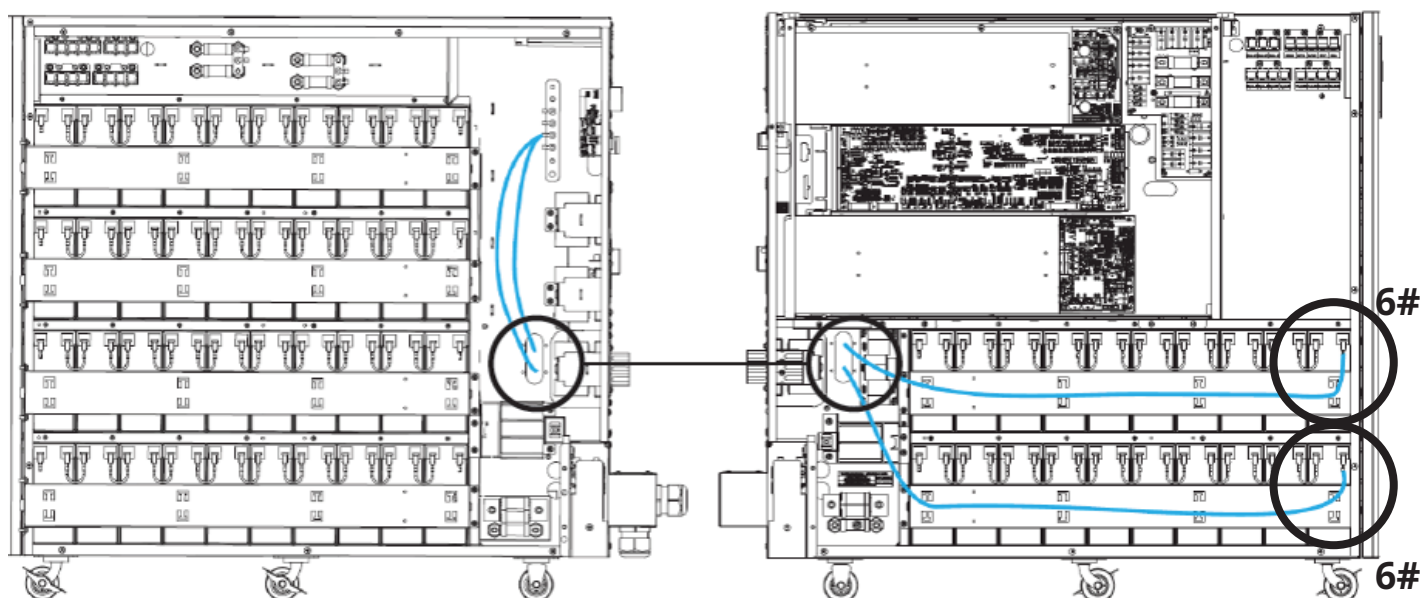

Figura 3-16: Conecte los Módulos de Baterías Izquierdos a la Placa de Cobre (Polo N).
11. Conecte los dos módulos de baterías izquierdos a la placa de cobre (Polo N) (Figura 3-16).